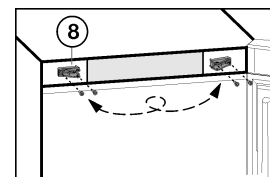

Fig. 14
- Dévisser l'élément pivotant Fig. 14 (8) et le placer tourné de 180° du côté opposé. Pointer les trous de vissage ou avoir recours à une visseuse sans fil.